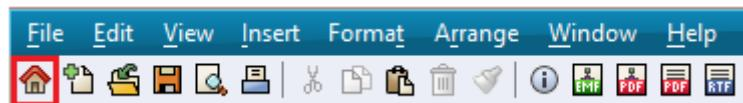

Рисунок 1.5
5. После этого будет открыто окно моделирования. Для переключения между окном моделирования и главным окном используется кнопка «Home», расположенная на панели инструментов (рисунок 1.5).